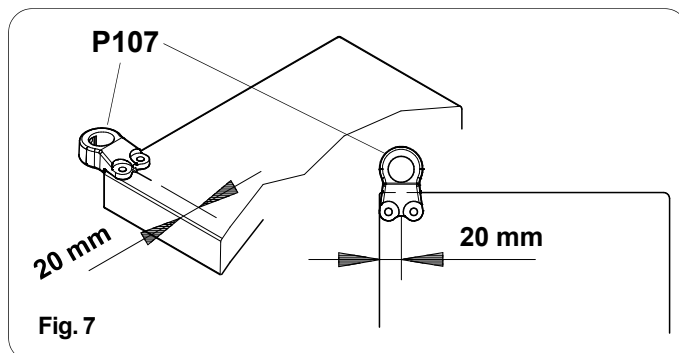

Fig. 7
- Avant de procéder au montage des marches, il faut monter les supports des colonnes **P107** de la balustrade fig. 7 - 8 - 9 - 10.